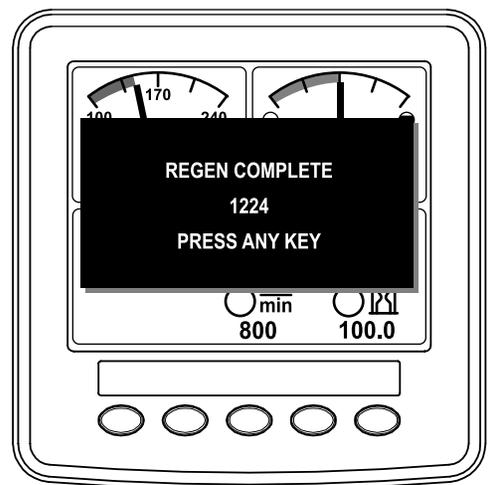

Figure 60
11. Quand le calculateur moteur achève une régénération en stationnement ou d'urgence, l'InfoCenter affiche ADVISORY #1224 (avis n° 183) (Figure 60). Appuyez sur un bouton pour quitter l'écran d'accueil.